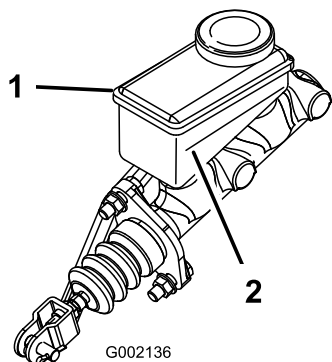

Figura 54
2. Rotii ambreiajul secundar (Figura 54) pentru a vedea dacă se rotește liber în poziia NEUTRĂ.
4. Rotii ambreiajul secundar (Figura 54) pentru a vedea dacă roțile din spate.
6. Rotii ambreiajul secundar (Figura 54) pentru a vedea dacă roțile din spate.
2. Uitați-vă la conturul nivelului de lichid de pe partea laterală a rezervorului (Figura 54).
- B. Adăugați lichid de frână DOT 3 în rezervor până când nivelul lichidului se află deasupra liniei de nivel Minim (Figura 54).